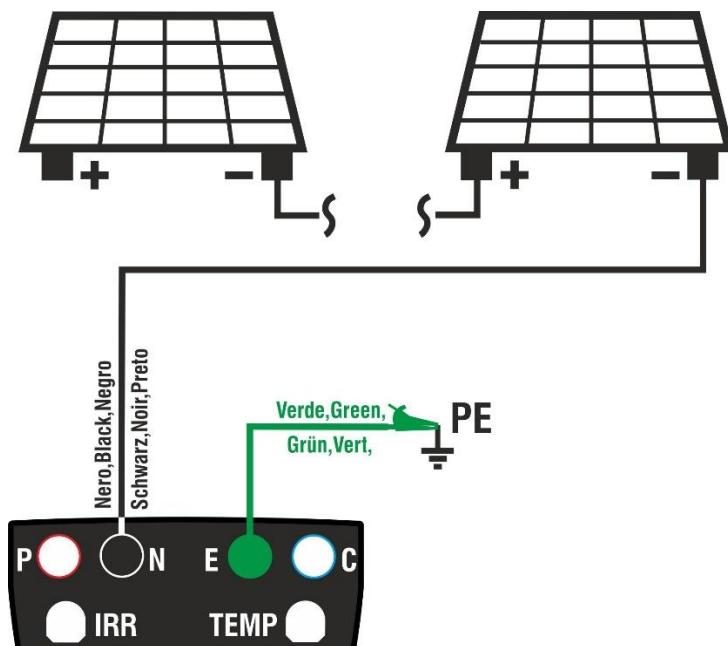

Fig. 8: Collegamento strumento per misura di isolamento in modo TMR
8. Collegare lo strumento alla stringa FV in prova come mostrato in Fig. 8. La prova può essere eseguita anche su più stringhe in parallelo fra loro. Si ricorda che occorre sezionare anche eventuali scaricatori connessi ai cavi della stringa/stringhe e che è consigliabile eseguire la misura a monte di eventuali diodi di blocco